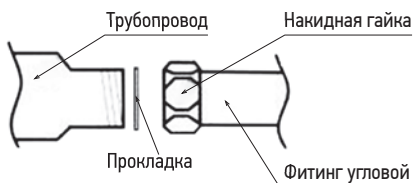

Рис. 4
4.7. Соединение полотенцесушителя с трубопроводами следует производить с помощью поставляющихся в комплекте вентилями. Уплотнение производить с помощью прокладок, как показано на Рис. 4. Перед установкой полотенцесушителя убедитесь в отсутствии заусенцев и острых кромок на торце подводящих трубопроводов. При необходимости обработайте торцы напильником с мелкой насечкой. Допускается присоединение полотенцесушителя с помощью муфт, поставляющихся вместе с ним в соответствующей комплектации.